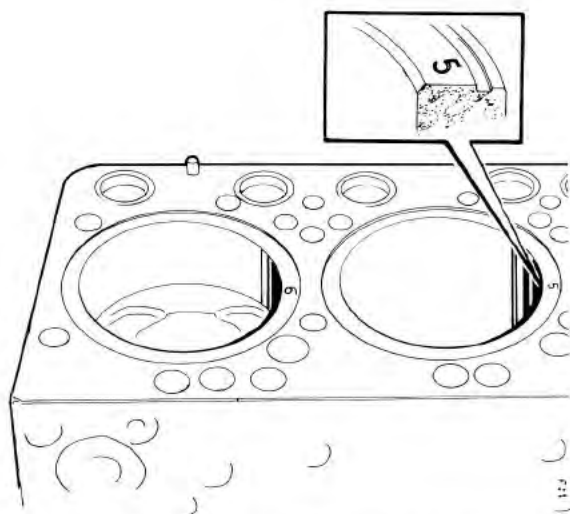

Fig 53. Märkning av cylinderfoder
5. Märk fodret med siffrorna 1-6 på framkanten. Märkningen är nödvändig för att kunna sätta dit fodret på samma ställe och i samma läge som tidigare. Fig 53.